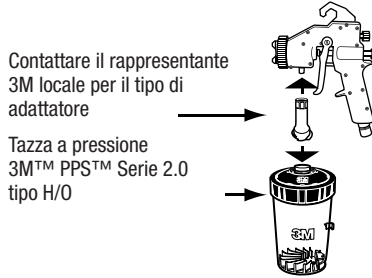
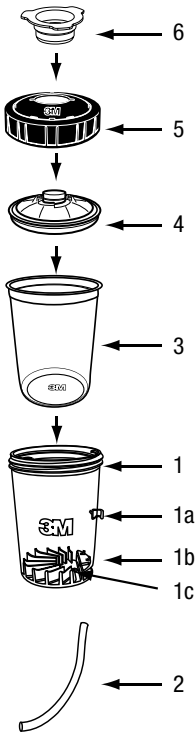

Figura 1
Figura 2
- **È necessario un adattatore per aerografo 3M™ PPS™ Serie 2.0 (venduto separatamente) per collegare la tazza a pressione 3M™ PPS™ Serie 2.0 tipo H/O all'aerografo. Vedere la Figura 1.**
- Utilizzare solo parti e accessori originali 3M. Vedere l'elenco dei componenti nella Figura 2.
3. Allineare l'apertura sul collare della ghiera di bloccaggio (6) con il coperchio 3M™ PPS™ Serie 2.0 H/O e avvitare la ghiera in senso orario sulla tazza a pressione 3M™ PPS™ Serie 2.0 tipo H/O (1), quindi stringerla a mano.
4. Se il materiale non deve essere spruzzato immediatamente, è possibile inserire un tappo 3M™ PPS™ Serie 2.0 (7) nel foro del coperchio per sigillare il contenuto.
5. Quando si è pronti per spruzzare il materiale, rimuovere il tappo 3M™ PPS™ Serie 2.0 (7), se presente, e collegare l'aerografo con l'adattatore 3M™ PPS™ Serie 2.0 precedentemente installato alla tazza a pressione 3M™ PPS™ Serie 2.0 tipo H/O. Vedere la Figura 1.
6. Collegare il tubo della pressione della tazza (2) dall'aerografo alla porta della pressione (1b) sulla tazza a pressione 3M™ PPS™ Serie 2.0 tipo H/O. L'attacco per il tubo sulla tazza (1a) può essere utilizzato per tenere saldamente in posizione il tubo durante la spruzzatura. L'attacco è incluso solo con la tazza a pressione 3M™ PPS™ Serie 2.0 tipo H/O (grande).